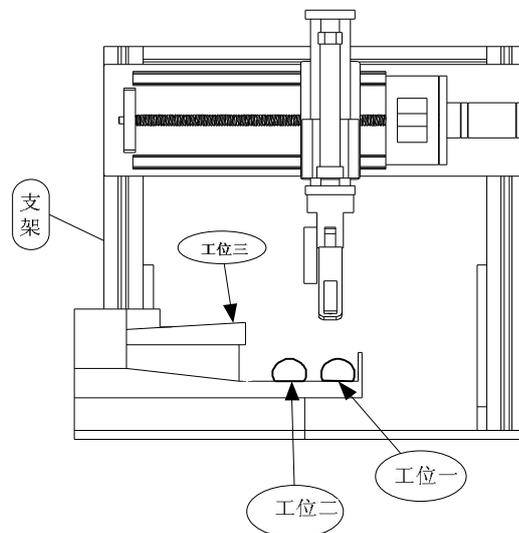

图 3 机械手结构示意图
4、识别区，使用 YL-G001 型智能物料搬运装置模拟实现，其中工位一和工位二如图 3 所示。
5、装运区，用机械手的三工位，如图 3 所示；